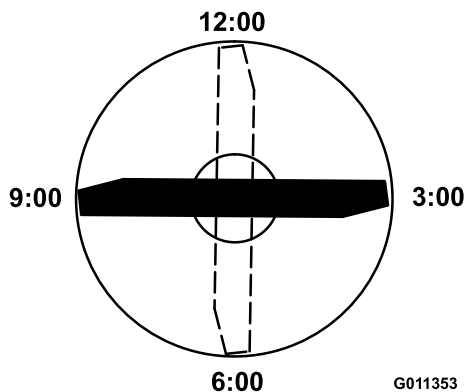

図 69
4. ブレードの印の付いているほうの端部を12時の位置車両進行方向に向け 図 69、作業台の表面からブレードの切っ先までの高さを測定する。
5. 印の付いている端部を3時の位置と9時の位置に向けて図 69それぞれ高さを測定する。